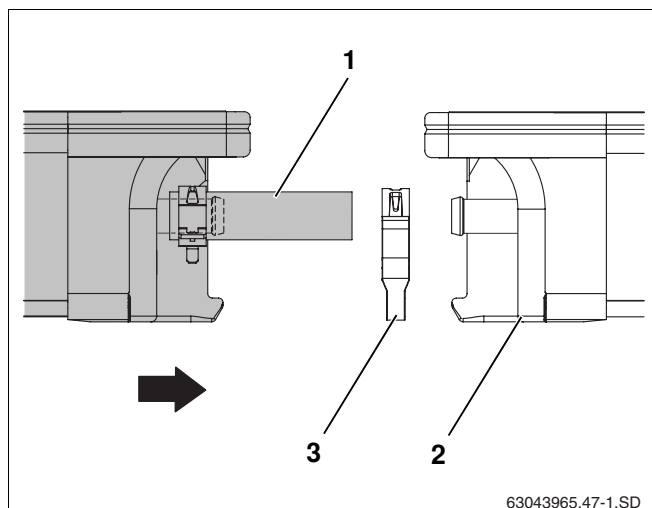

Fig. 46 Insérer le deuxième capteur dans le premier
- ▶ Poser le deuxième capteur avec les tubes solaires prémontés (fig. 46, **pos. 1**) sur les rails profilés et laisser glisser dans les dispositifs de sécurité anti-glissement.
- ▶ Glisser la deuxième bride du compensateur (fig. 46, **pos. 3**) sur le tube solaire.
- ▶ Connecter le second capteur au premier (fig. 46, **pos. 2**) de manière à ce que les tubes solaires prémontés s'insèrent dans les raccords gauches du premier capteur.